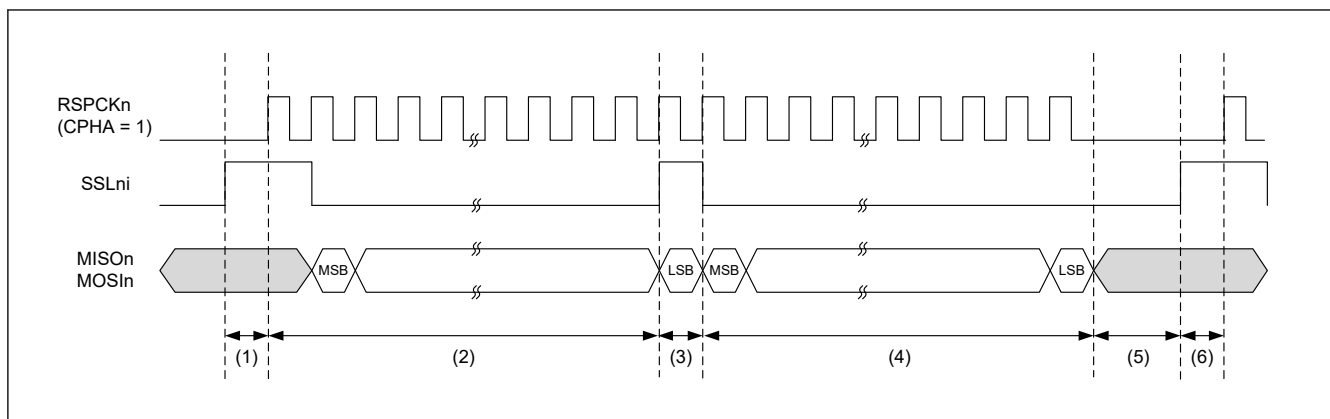

図 30.62 バースト転送の動作例 (SPFRF = 1)
- SPI コマンドレジスタ (SPCMD) の SSLni 信号レベル保持ビット (SSLKP) が 1 で、SPI コントロールレジスタ (SPCR) のバースト転送フレーム遅延選択ビット (BFDS) が 1 のときの SPCMD0~SPCMD1 を図 30.62 に示します。設定によりバースト転送を実現した場合の SSLni 信号動作とシリアルデータ MISO_n/MOSI_n の例を以下に示します。SSLni 出力信号の極性は、SPI SSLi 信号極性ビット (SPCR3.SSLiP) ($i = 0 \sim 3$) の設定値で決まります。